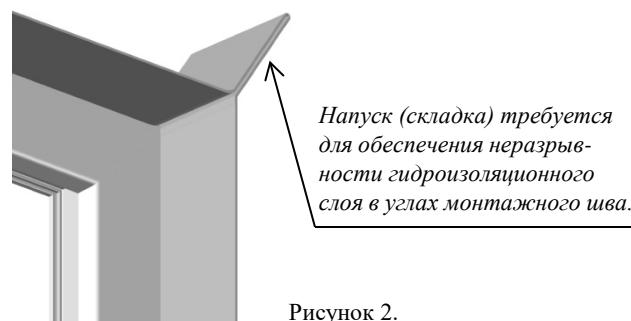

Рисунок 2.
- Не разматывая ролик, прижать ленту акриловой клеевой полосой к торцевой поверхности коробки оконного блока, начав приклеивание ленты снизу вертикального бруска коробки оконного блока, с учетом подставочного профиля. Далее произвести крепление на горизонтальный верхний бруск, оставляя напуски равные ширине ленты со стороны углов (см. рисунок 2).